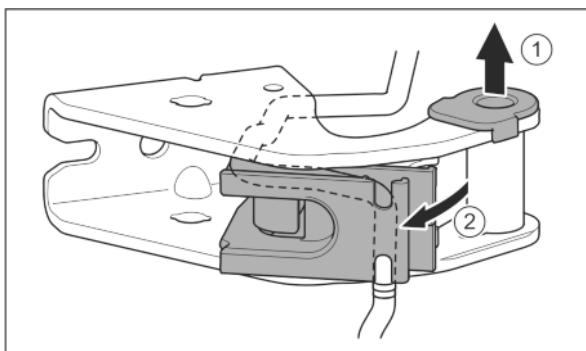

Fig. 24
- Опорную втулку вывести из направляющей. Fig. 24 (1)
- Отвести в сторону держатель кабеля. Fig. 24 (2)